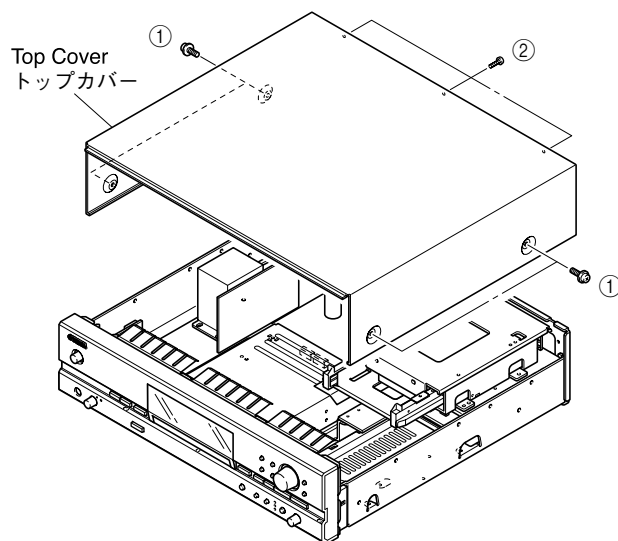

Fig. 1
- Remove 4 screws (①) and 3 screws (②). (Fig. 1)
- Remove the top cover rearward while lifting it up. (Fig. 1)
- ①のネジ4本、②のネジ3本を外します。(Fig. 1)
- トップカバーを持ち上げながら後方へ外します。(Fig. 1)